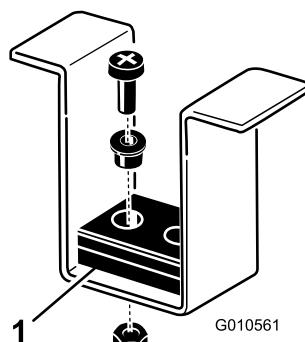

Bild 10
8. Stellen Sie sicher, dass die vorderen Schnitthöhenstifte richtig auf den Rahmenpolstern aufliegen (Bild 10). Wenn die Stifte nicht richtig aufliegen, legen Sie Beilagscheiben unter das Polster, um es auf die richtige Höhe anzuheben.